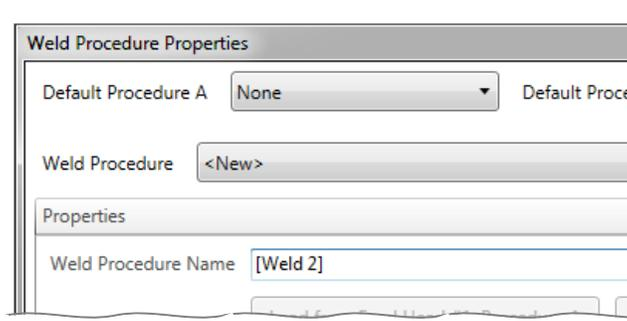

Figure 5.4 Procédures de soudage enregistrées dans la base de données
2. Modifiez le champ **Nom de la procédure de soudage** et insérez le nom entre crochets (Figure 5.4).